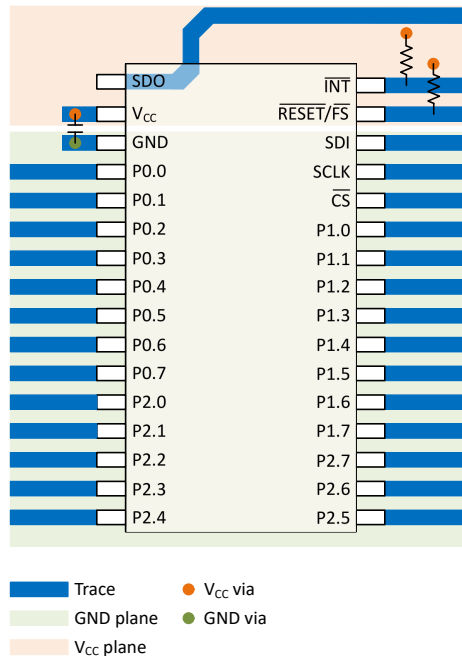

图 8-6. TXE8124 布局
在所有 PCB 布局中，最佳实践是避免信号布线呈直角，在离开集成电路 (IC) 附近时让信号布线呈扇形彼此散开，并使用较粗的布线来承载通常会经过电源和接地布线的更大的电流。旁路电容器和去耦电容器通常用于控制电源引脚上的电压，使用较大的电容器可在发生短暂电源干扰时提供额外电能，使用较小的电容器则能滤除高频纹波。这些电容器必须尽可能靠近 TXE8124 放置。图 8-6 中显示了这些最佳实践。
对于图 8-6 中提供的布局示例，可以将顶层用于信号布线，将底层用作电源和接地 (GND) 的分割平面，从而制造只有 2 层的 PCB。但是，对于信号布线密度更大的电路板，最好使用 4 层电路板。在 4 层 PCB 上，通常在顶层和底层上进行信号布线，将一个内部层专门用作接地平面，并将另一个内部层专门用作电源平面。在使用平面或分割平面作为电源和接地平面的电路板布局布线中，通孔直接放置在需要连接到电源或 GND 的表面贴装元件焊盘旁边，并且通孔以电气方式连接到内部层或电路板的另一侧。如果需要将信号走线排布到电路板的另一侧，也要使用通孔，但图 8-6 未演示该技术。